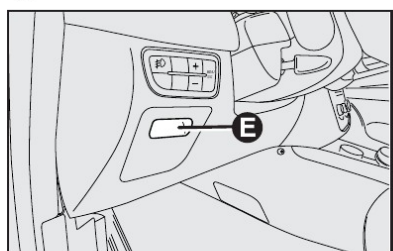

fig. 87
**E-fig. 87** - Lado esquerdo da coluna de direção.